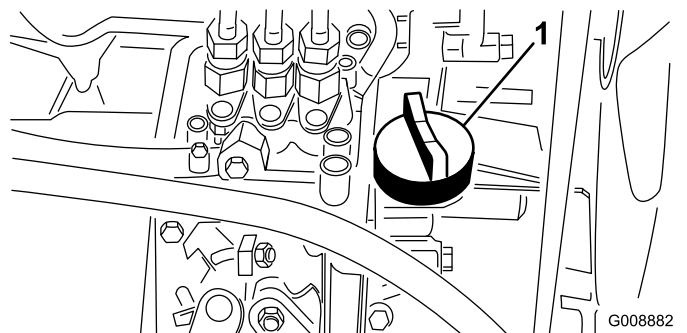

图37
4. 如果油位较低，请取下加油盖（图37），缓慢添加少量机油，不时检查油位，直至油位达到量油尺上的“已满”标记。